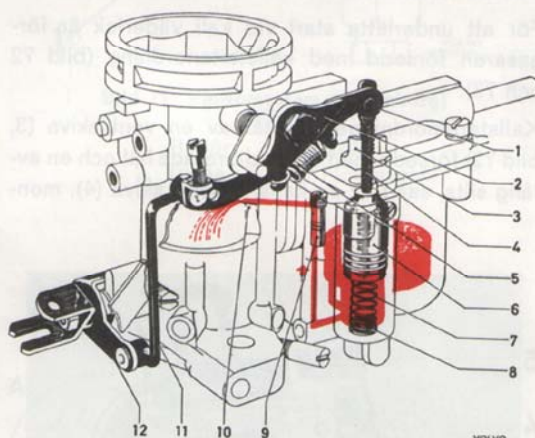

Bild 68. Accelerationspump
Pumpkolven (6, bild 68), placerad i en cylinder som utformats vid sidan av flottörhuset, påverkas vid nedpressning av en med fjädrande led försedd hävarm. Pumpkolvens slaglängd kan på grund härav lätt varieras genom vridning av en kamförsedd bricka (3), varvid främre delen av hävarmen stannar mot ett anslag, högre eller lägre beroende på brickans läge. Den sista delen av bakre hävarmsdelens rörelse upptas av fjädern (5) vid leden.